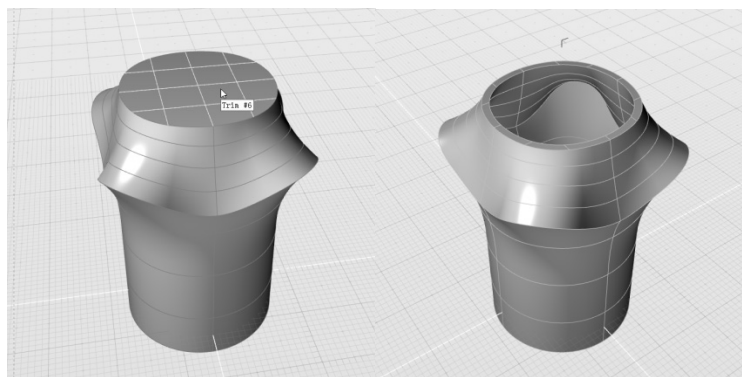

图 4-111 选中顶部曲面（左），获得抽壳结果（右）
2) 激活“抽壳”工具, 当控制台提示“选取抽取面”时, 选择该实体顶部面, 并指定“全局厚度”为“1cm”, 按〈Enter〉键或空格键确认, 可获得抽壳结果, 如图 4-111 所示。